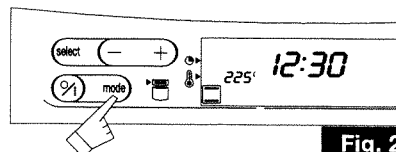

Fig. 2
2. Appuyez sur la touche «mode» jusqu'au type de cuisson choisi. (Exemple : «traditionnel») (fig. 2).